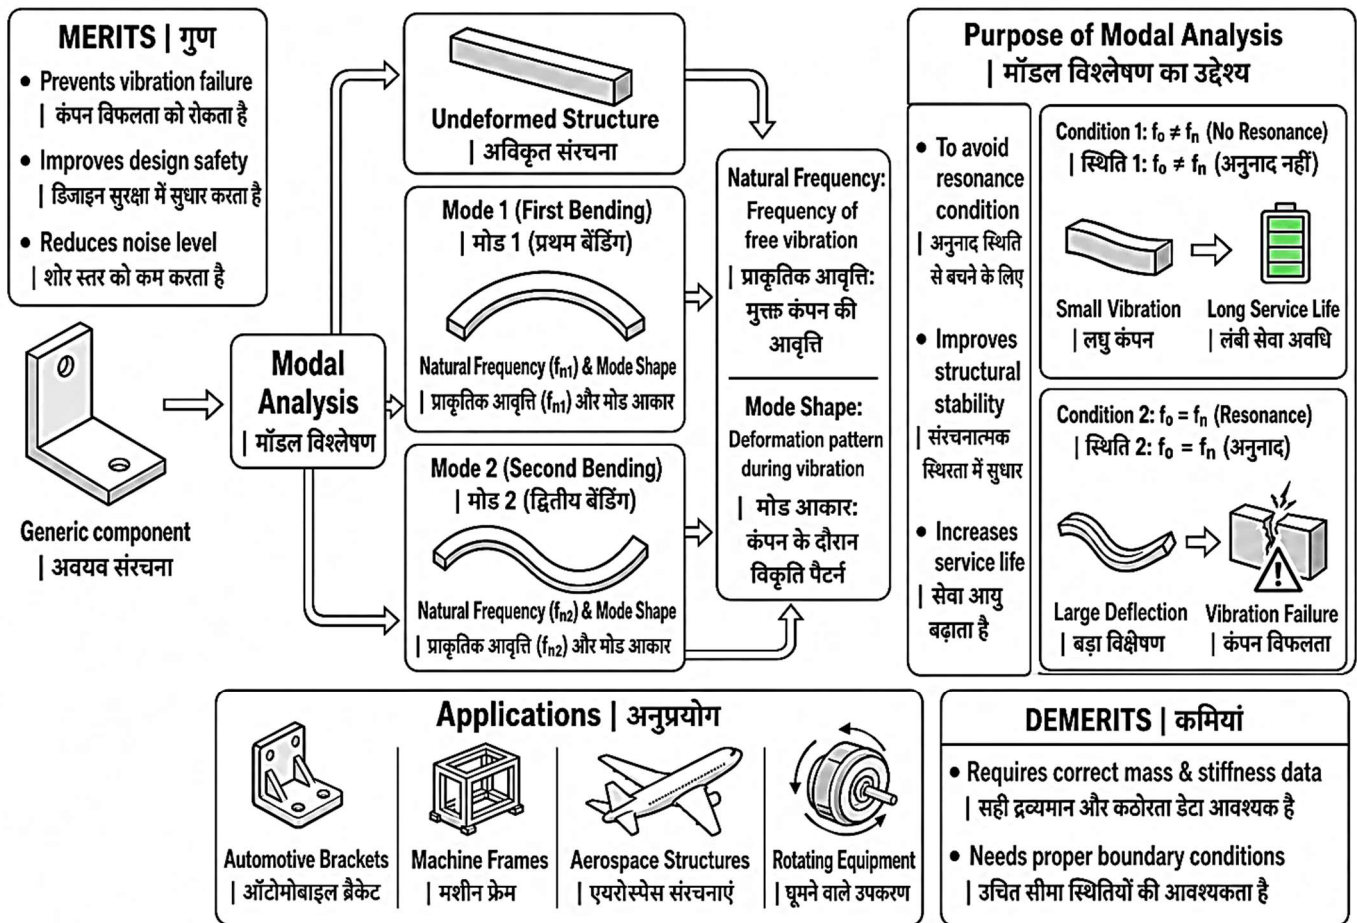

Fig. 2.1: Modal Analysis Overview with Natural Frequency and Mode Shapes | प्राकृतिक आवृत्ति और मोड आकार सहित मॉडल विश्लेषण का अवलोकन
2.1.1 Definition of Modal Analysis (Fig. 2.1)
2.1.1 मॉडल विश्लेषण की परिभाषा (Fig. 2.1)